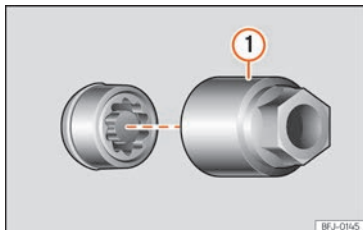

Fig. 194 Tornillo antirrobo de la rueda con capuchón y adaptador.
- Encaje el adaptador especial >>> **fig. 194 ①** (herramienta de a bordo >>> pág. 268) en el tornillo antirrobo de la rueda hasta el tope.